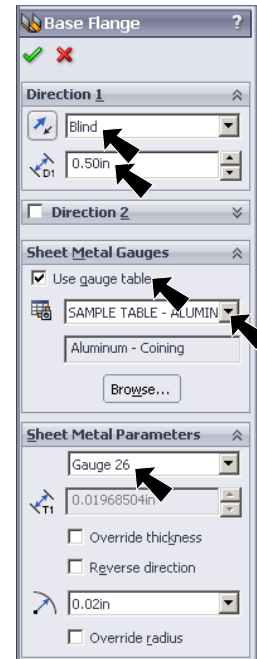

Fig. 4
- Depth  **.5**, **Fig. 4**
- click OK , **Fig. 4**.